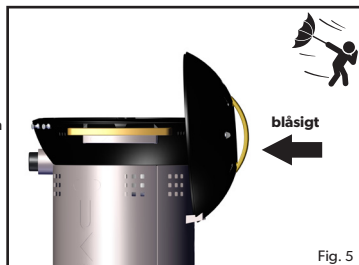

Fig. 5
- **OBS!** Om apparaten används under blåsiga förhållanden måste locket användas som ett vindskydd och placeras i positionen som visas i Fig.5